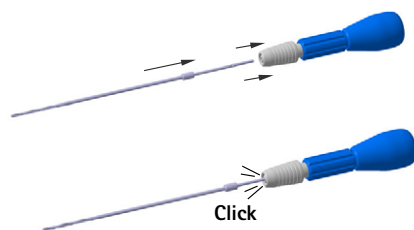

Fig. 3 Montage de la mèche
- Insérer la mèche dans la poignée de perçage (FJ839R), voir Fig. 3.